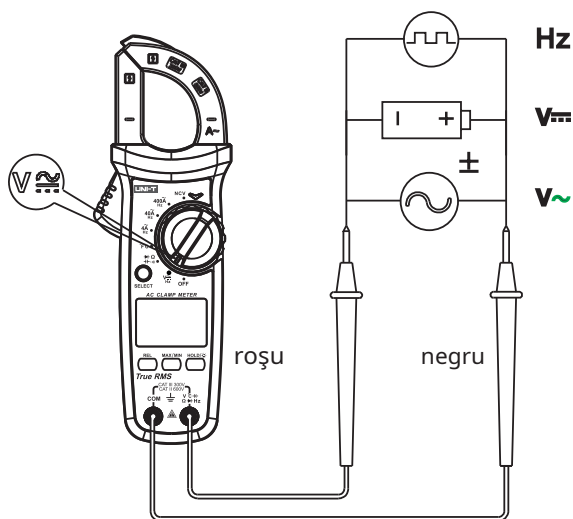

Figura 3
2. Măsurarea tensiunii și frecvenței DC/AC (Figura 3)